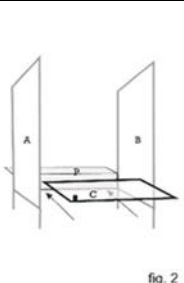

fig. 2
- Placer le grillagé C (fig. 2) en l'encastant entre les parois (assurez-vous que la goupille est sur le devant)